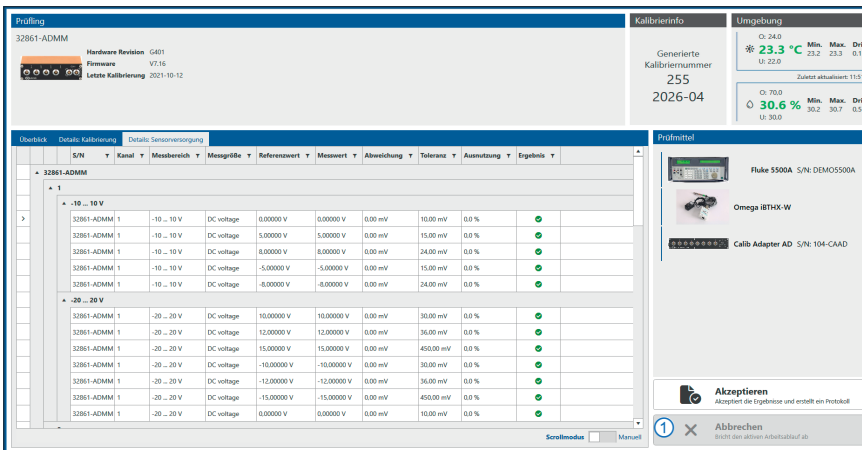

Abb. 2-18: Detailangaben zur Überprüfung der Sensorversorgung
☞ Klicken Sie abschließend auf **Akzeptieren** (Abb. 2-18, ①), um den Kalibrier- und den Prüfvorgang abzuschließen und den Kalibrierschein zu erstellen.